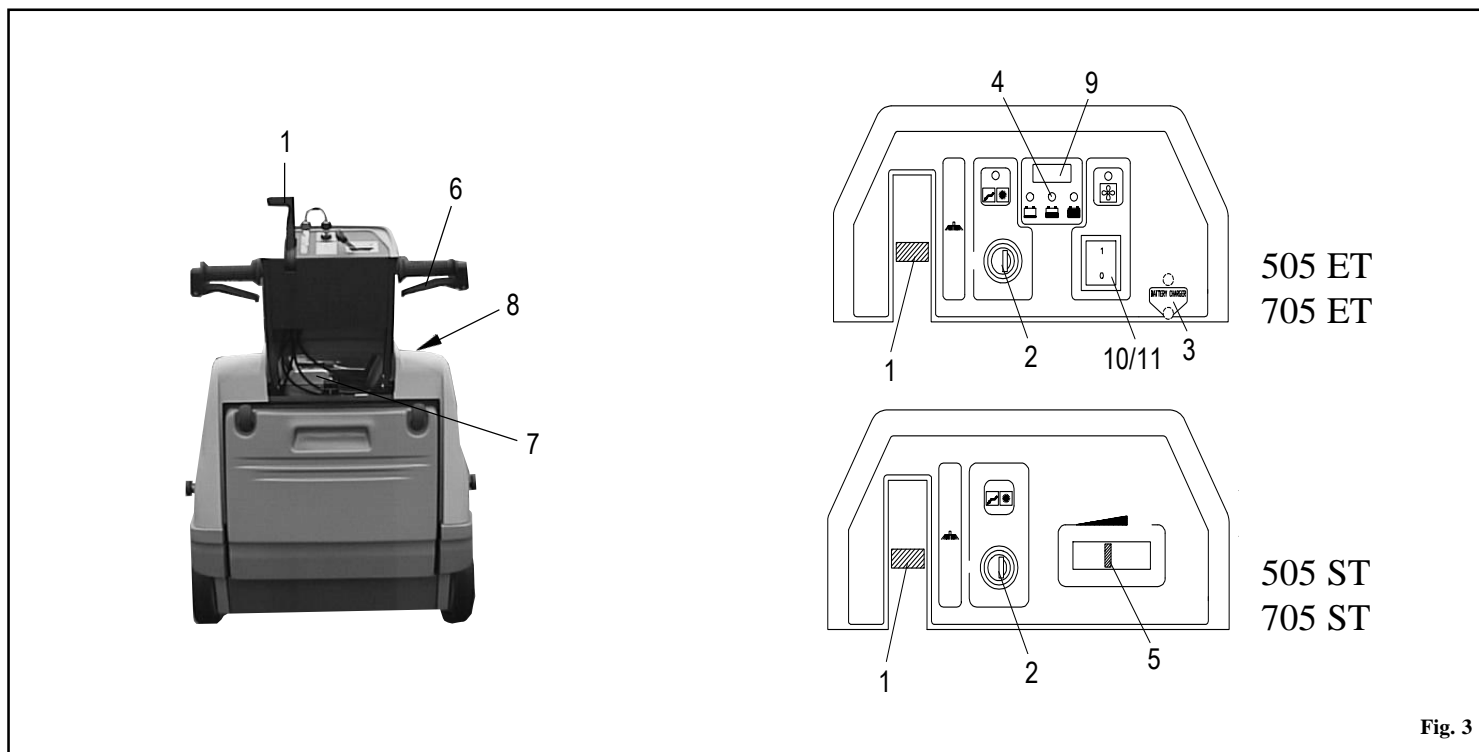

Fig. 3
- Mettez le levier lève-brosse **pos. 1 Fig. 3** sur **OFF**.
OFF pour pouvoir activer la clé d'arrêt **pos. 2 Fig. 3** sur le tableau de bord. Pour des renseignements plus précis sur le moteur, veuillez consulter le livret spécifique du moteur.
- Vérifiez si la brosse latérale **pos. 1 Fig. 3** est sur **OFF**.
- Mettez l'interrupteur à clé **pos. 2 Fig. 3** sur **ON**. Après avoir tourné la clé attendez à peu près 10 minutes avant que la machine démarre. Vérifiez avec l'appareil **pos. 4 Fig. 3** si la batterie est chargée à bloc avant de commencer à travailler. Sinon, rechargez-la.
- Tirez le levier de traction **pos. 6 Fig. 3** et effectuez le nettoyage.
En cas de besoin, actionnez le levier **pos. 1 Fig. 3** et mettez-le sur **ON** pour insérer la brosse latérale.
- Mettez le levier de l'accélérateur **pos. 5 Fig. 3** sur **START**.
- Mettez la clé **pos. 2 Fig. 3** en position de **ON**.
- Agissez sur l'accélérateur **pos. 5 Fig. 3** et dosez le régime souhaité.
- A la fin du travail, porter le brosse latérale **pos. 1 Fig. 3** dans la position **OFF**. Mettez le levier accélérateur en **pos. START** et éteindre la machine en mettant l'interrupteur à clé **pos. 2 Fig. 3** en **pos. OFF**. Fermez le robinet de l'essence **pos. 3 Fig. 4**.
- Branchez la prise **pos. 3 Fig. 3** sur un chargeur de batterie (12V 10A).
La durée de la batterie dépendra de l'entretien périodique et de son état de charge. Ne déchargez pas la batterie au-delà du seuil signalé par le voyant **pos. 4 Fig. 3**. Rejoint la limite max. de décharge, la machine va s'arrêter et doit être rechargée pour pouvoir continuer à travailler